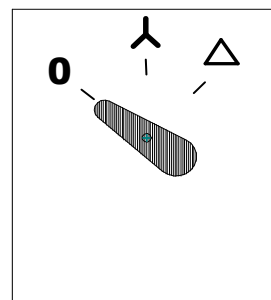

Рис.7 Переключатель
- прежде чем запустить двигатель, следует проверить, установлен ли переключатель «0-звезда-треугольник» в позиции «0» (ноль) Рис. 7